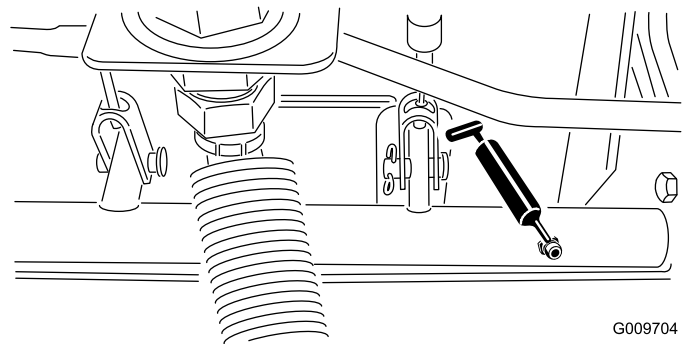

Figure 20
- Roulements d'axes de pivots de freins (5) (Figure 20)